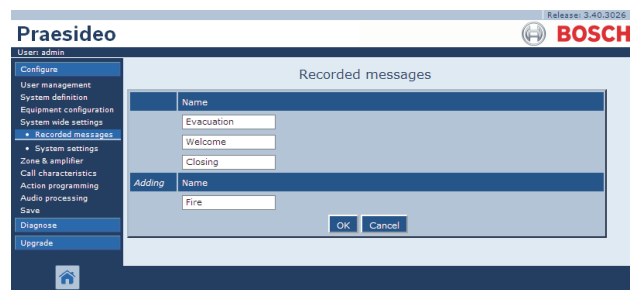

abbildung 45.4: Anmelden von Durchsagen, Schritt 3
- 3 Geben Sie den Namen der WAV-Datei im Durchsagensatz im Feld *Name* ein (Beispiel siehe abbildung 45.4).